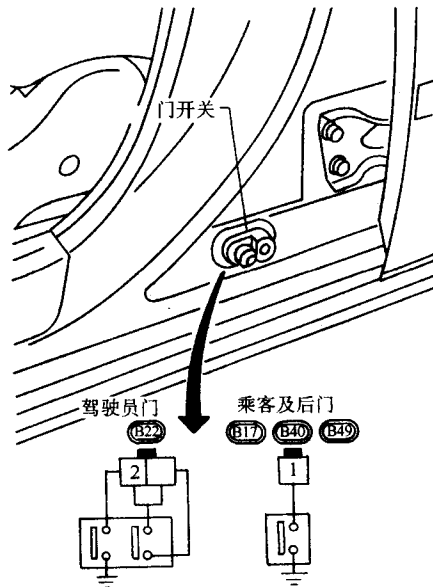

图 3-24 端子与开关接头间是否导通
1) 门开关。检查表 3-5 中所示端子与开关接头间是否导通, 如图 3-24 所示。